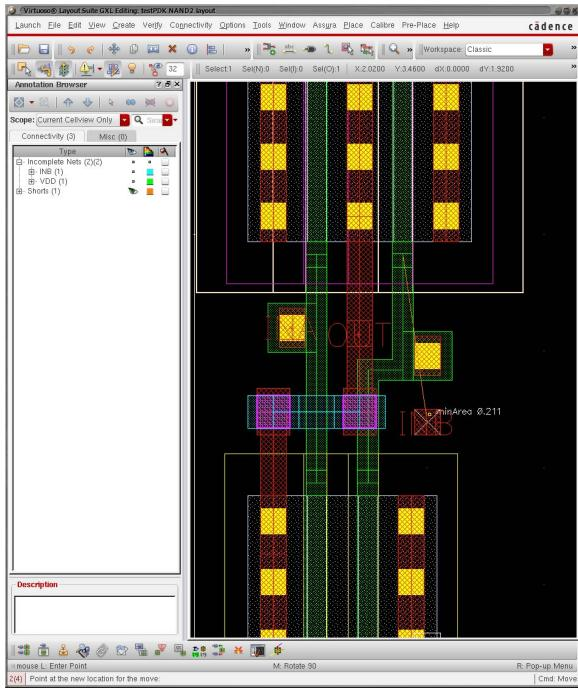

図 54: ゲート入力端子の配置
4. ゲートコンタクトが配置できたら、ゲート入力端子を Move コマンドで移動し、図 54 に示すように対応するゲートコンタクトのメタル上に配置する。以上で端子の接続が全て終了する。Annotation Browser 上で Incomplete Nets が VDD の 1 つのみになっていることを確認する。残りの一つの VDD 端子は、PMOS の基板側の接続であり、実際は接続されているが接続関係が抽出できないもの (N-Well 経由でつながっている) である。そのため VDD の未接続が一つ残ってしまってよい。